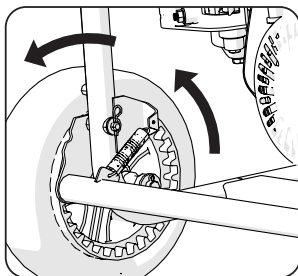

Fig. 3
- Compruebe el funcionamiento del freno de la rueda accionándolo y soltándolo varias veces, girando las ruedas entre intentos. El freno debe bloquear ambas ruedas de forma segura. (Fig. 3)